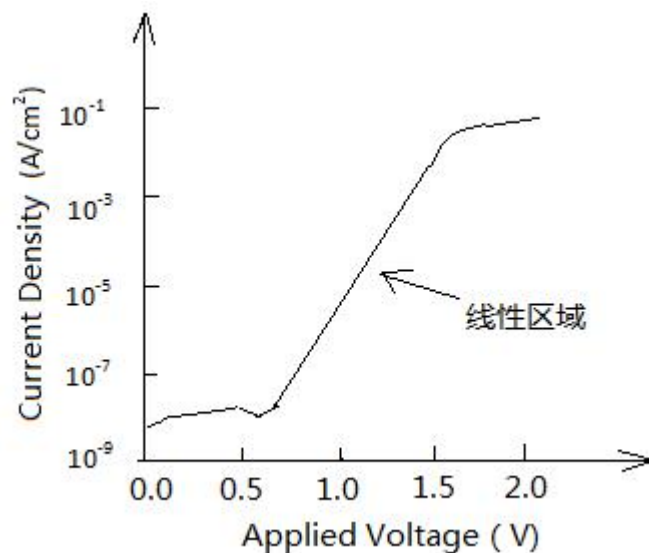

图 1 半对数正向特性
在半对数坐标（这里指横坐标为线性坐标，纵坐标为对数坐标，如图 1）上，提取如下参数：
(1) 理想因子的提取：在图 1 找到线性区域，根据下式得到该段线性区域的斜率：
(2) 饱和电流密度的提取：在图 1 找到线性区域，直线的延长线和纵轴的交点即为饱和电流密度  $J_s$ ，原因是：